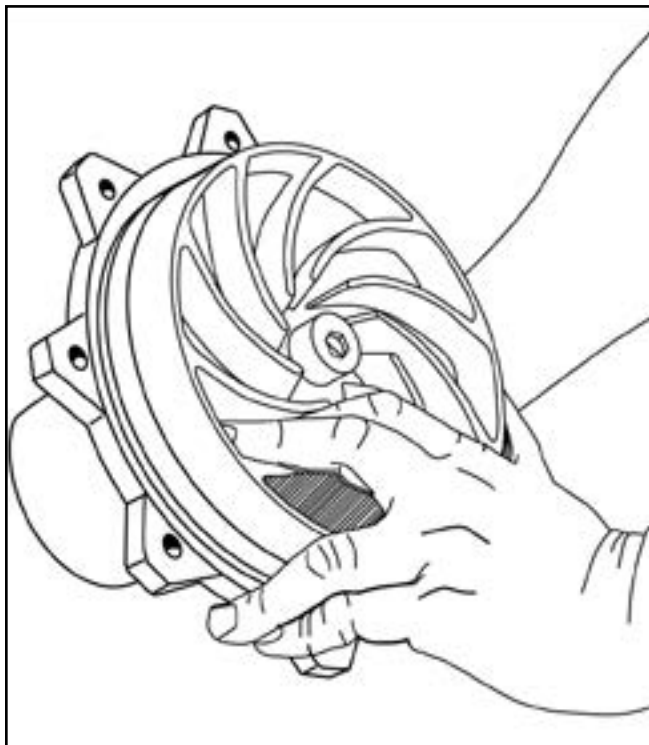

FIG. 19
6. Destornille el impulsor, gire en dirección opuesta a las agujas del reloj para aflojarlo. Fig. 19